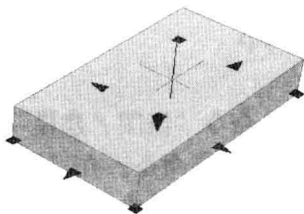

图 8-2-3
(8) 单击立方体，立方体显示出蓝色夹点，单击一个夹点，该夹点呈红色显示，移动它，即可改变立方体的边长，单击顶部的夹点并向下移动，降低对象的高度，如图 8-2-3 所示。按 Esc 键，取消选择。